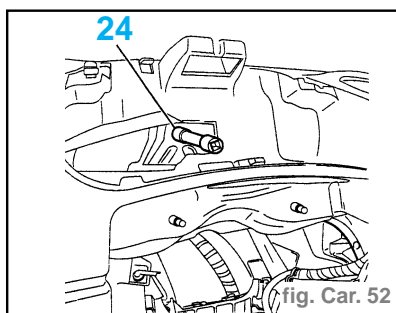

fig. Car. 52
- Déposer la fixation (24) (fig. Car. 52).